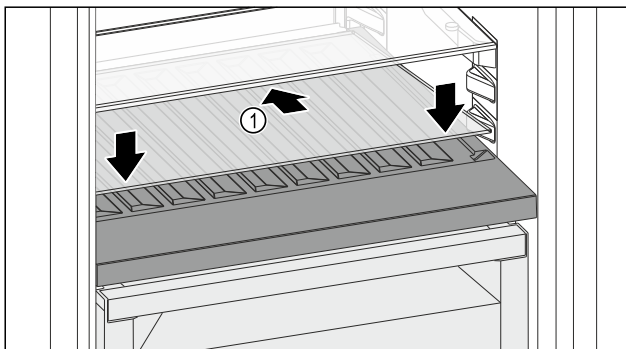

Fig. 99
- ▶ 向后下方倾斜放置玻璃隔板 Fig. 99 (1)。
- ▶ 放低玻璃隔板 Fig. 99 (1) 前部。